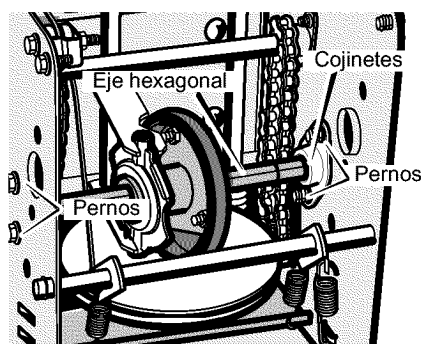

Figura 69
9. Quite los cuatro **pernos** que retienen los **cojinetes** a cada lado del **eje hexagonal** (Figura 69).